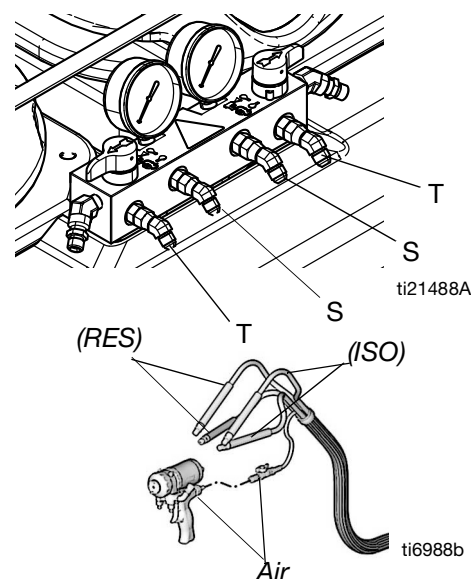

FIG. 5 Raccordement des flexibles de recirculation
1. Raccorder les flexibles d'alimentation en fluide aux raccords de flexible de sortie (S, FIG. 5). Flexibles rouges pour ISO, bleus pour RES. Les raccords sont dimensionnés de façon à éviter les erreurs de branchement. Raccorder l'autre extrémité des flexibles sur les entrées ISO et RES du pistolet.